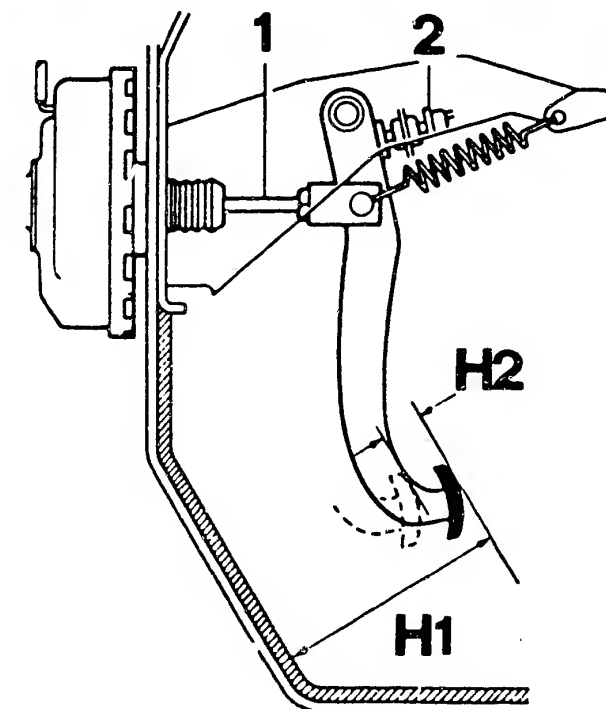

Bild 82 Die Pedalhöhe H1 und das Pedalspiel H2 am Bremspedal lassen sich mit der Betätigungsstange 1 einstellen. Dabei ist der Bremslichtschalter zu lösen.
a) Die **Pedalhöhe** vom Bodenblech bis zur Oberkante des Pedalgummis muss 154...164mm betragen (Bild 82). Das Pedalspiel soll zwischen 3...6mm liegen. Die Einstellung beider Werte erfolgt an der Druckstange, wobei zuvor der Bremslichtschalter zu lösen ist.